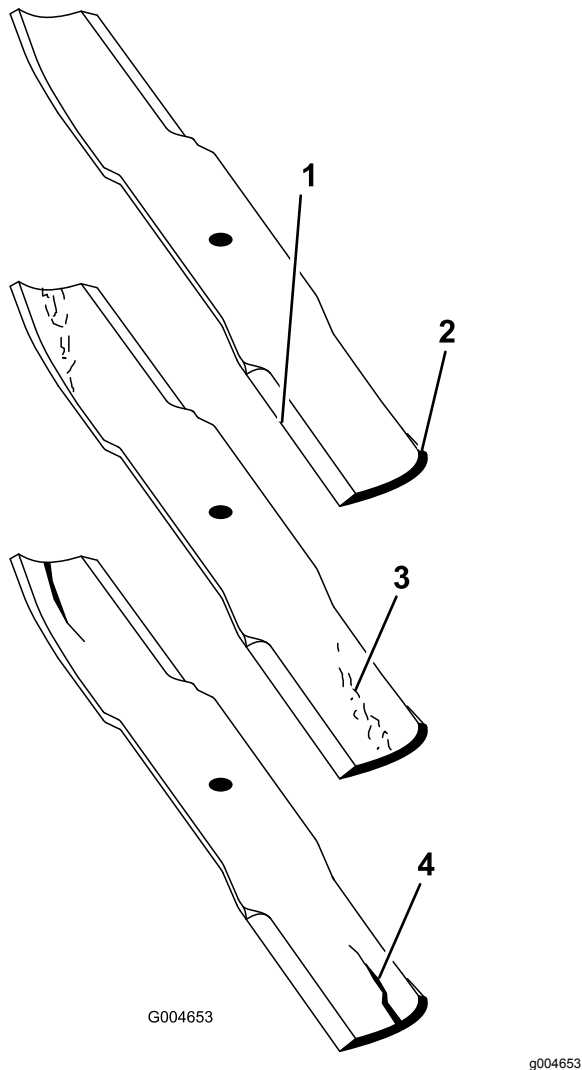

Figura 125
2. Verificate accuratamente i taglienti, con particolare attenzione ai punti d'incontro delle sezioni piatta e curva della lama (Figura 125).
Nota: Sabbia e materiali abrasivi possono consumare il metallo che connette le sezioni piatta e curva della lama, per cui si consiglia di controllare la lama prima di usare la macchina. Se notate tracce di usura, (Figura 125), sostituite la lama.